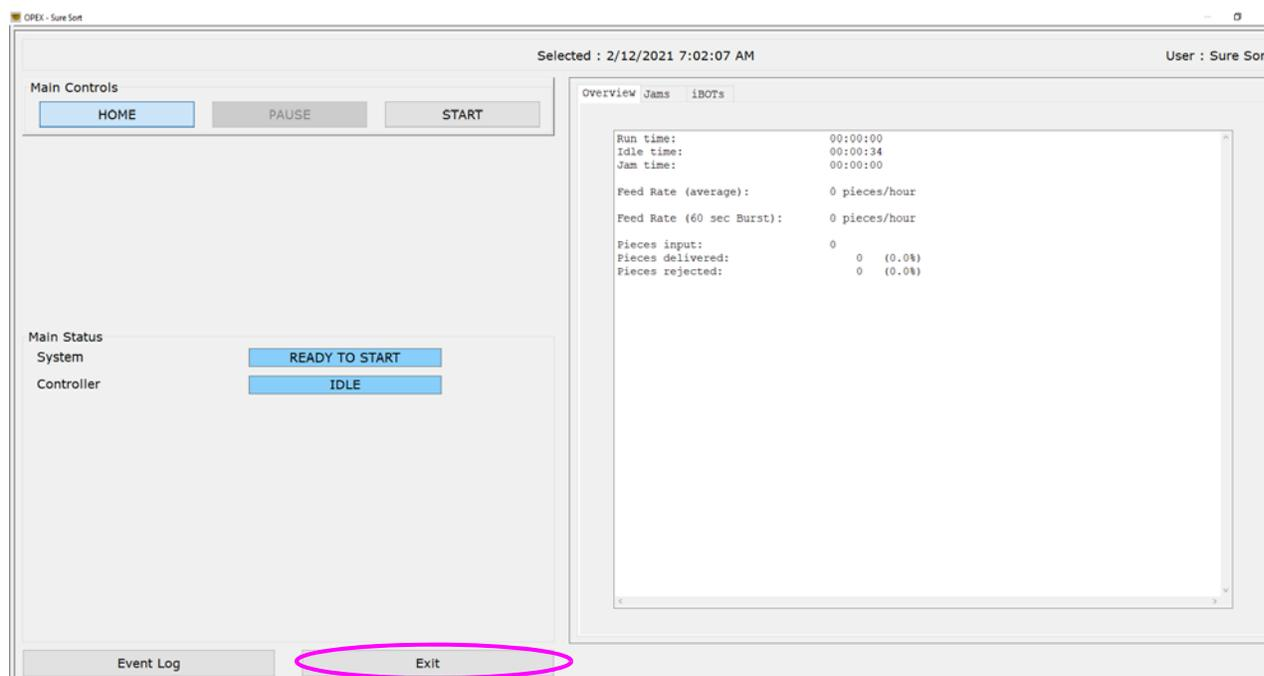

Figura 4-42: Tela de Execução da Hospedagem OPEX - Sair
2. Para sair da Tela de Execução, clique em **Exit** (consulte Figura 4-42 na página 156).